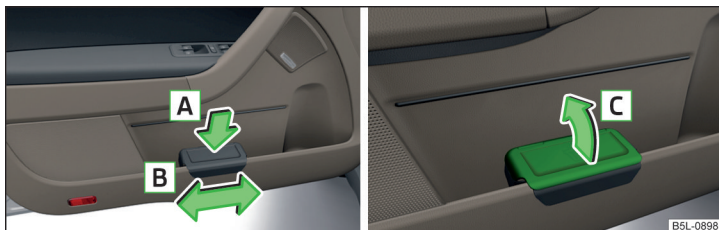

Fig. 82 Recipientul pentru reziduuri: introducerea sau deplasarea/deschiderea
- Apăsăți recipientul pentru reziduuri în partea din spate în sensul săgeții **A** » fig. 82.
- Scoateți recipientul pentru reziduuri în sens contrar săgeții **A** » fig. 82.
- Ridicați capacul în sensul săgeții **C** » fig. 82.